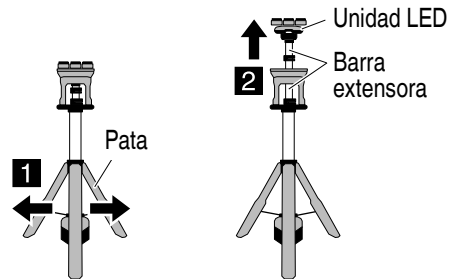

Fig. 9
- Asegúrese de abrir las patas antes de extender el mástil. (Fig. 9)